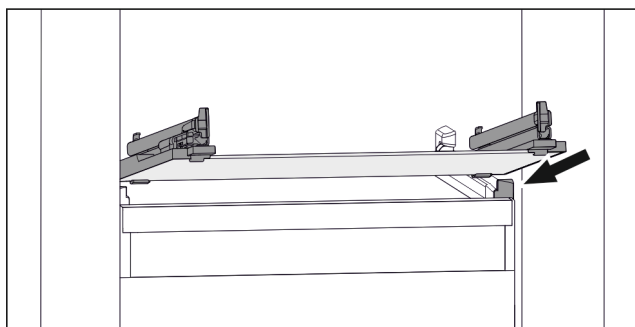

Fig. 47 Exempel på glashylla
- Sätt på glashylla i vinkel bakom stoppklackarna. (se Fig. 47)